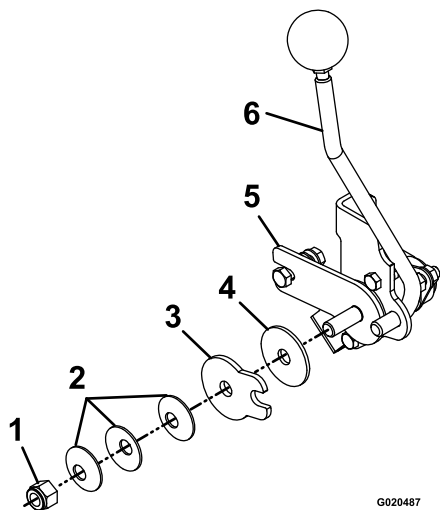

Figura 56
3. Para ajustar la tensión, ajuste la tuerca del pivote, que está situada en el extremo del eje de control de movimiento, delante de la consola derecha (Figura 56).